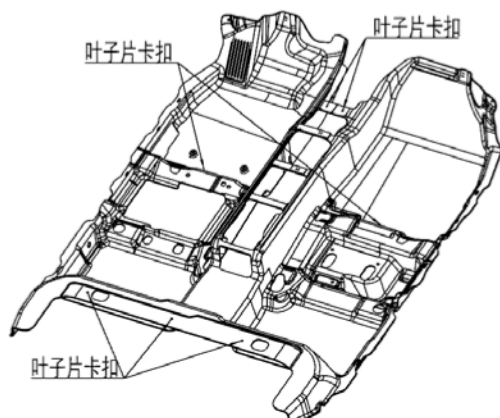

图 1.13.2 地毯安装结构图
- a. 地毯固定卡扣：用一字螺丝刀轻轻撬起卡扣（七个叶子片卡扣 BYDQ832A0720）头部，然后用手向上将其取出。相同的方法即可将图 1.13.2 所示卡扣拆卸完毕，然后双手拉起地毯的后部边缘，再水平往后慢慢拽出地毯，直至整个地毯总成完全取出。